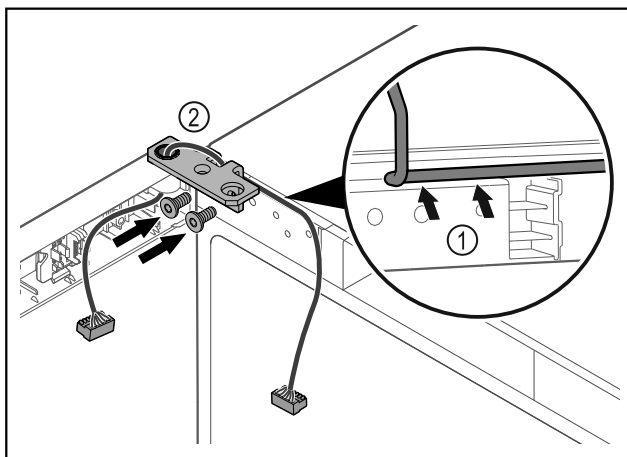

Fig. 62
- ▶ Vezesse át a kábelt a csuklópánton lévő nyíláson, majd óvatosan fektesse le Fig. 62 (1).
- ▶ Csavarozza fel a csuklópántot Fig. 62 (2).